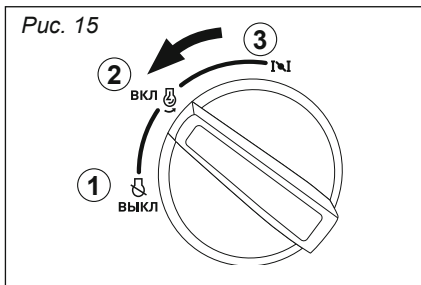

Рис. 15
Для запуска теплого двигателя переведите ручку переключателя в положение ② «ВКЛ» (рис. 15).
4. После того, как двигатель запустится, переведите переключатель в положение ② (рис. 15).
**ВНИМАНИЕ!** Длительная работа генератора в положении переключателя ③, приведет к нестабильной работе двигателя, выходу из строя свечи зажигания, повышенному нагарообразованию, засорению сетки искрогасителя.